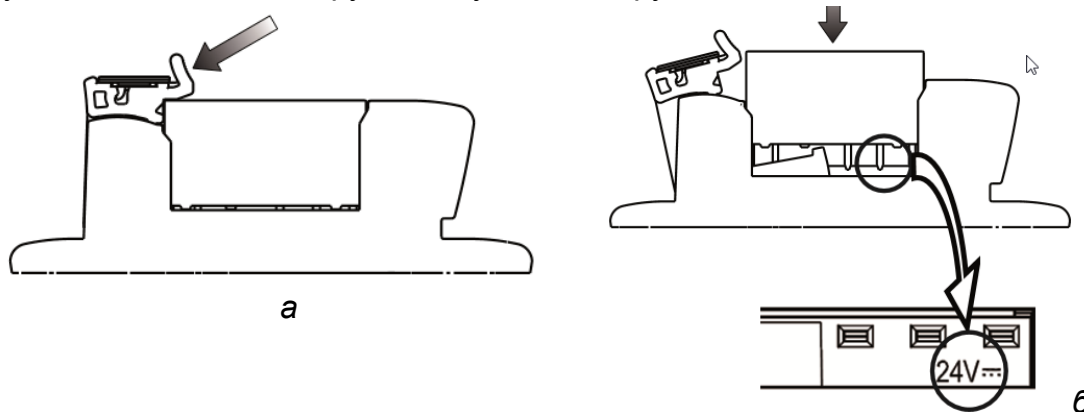

Рисунок 6. Замена твердотельного реле
2.3.4 Замена твердотельного реле осуществляется путем удаления его с помощью рычага (как показано на рисунке 6а). Для установки твердотельного реле, вдавите его в базу пока не услышите и не увидите, как рычаг защелкивается над ним (рисунок 6б). Перед установкой обязательно обратите внимание на напряжение катушки (см маркировку на основании) положение ножек реле.